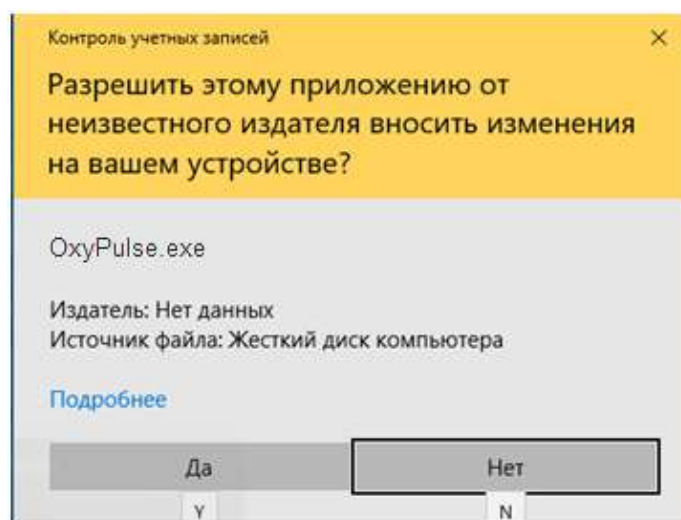

Рисунок 3.6 – Программа установки. Запрос на разрешение установки
3.4.1.9 В случае, если выбранная директория в процессе установки запрашивает разрешение администратора, следует подтвердить запрос на внесение изменений, иначе установка не будет завершена (рисунок 3.6).